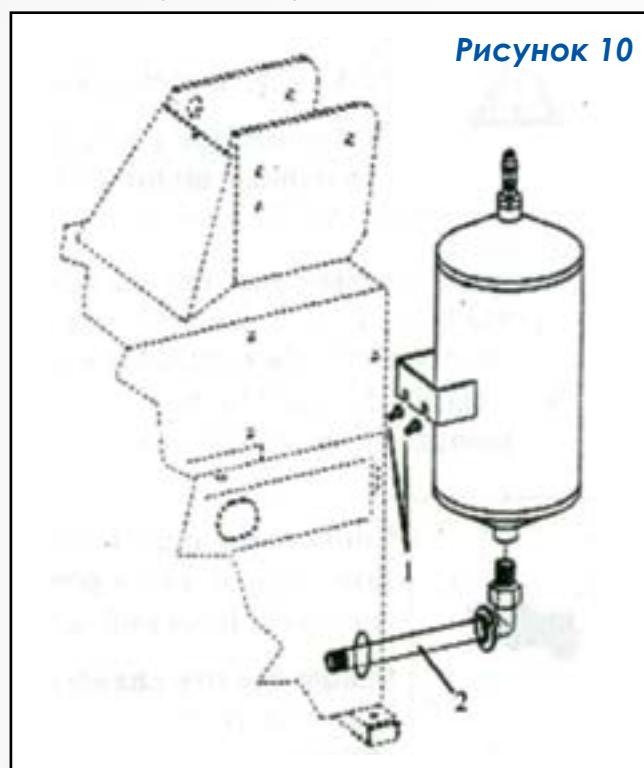

Рисунок 10
Закрепите ресивер (1) на задней стенке стенда подходящими болтами (рисунок 10). Снимите боковую панель.